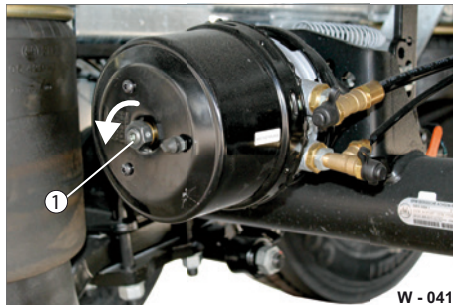

Abb. 41 Feststellbremse lösen
- ▶ Drehen Sie die Löseschraube (Abb. 41/1) auf.
- ▶ Drehen Sie die Löseschraube (Abb. 41/1) zu.